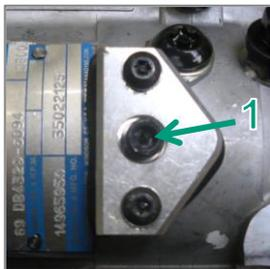

Fig. 8
- 3.1 Desserrer la vis 1 (Fig. 8) et insérer l'outil spécial (VM 6 848 0019). Tournez la pompe jusqu'à ce que la goupille s'enclenche. (= 1er cylindre de compression-PMH)